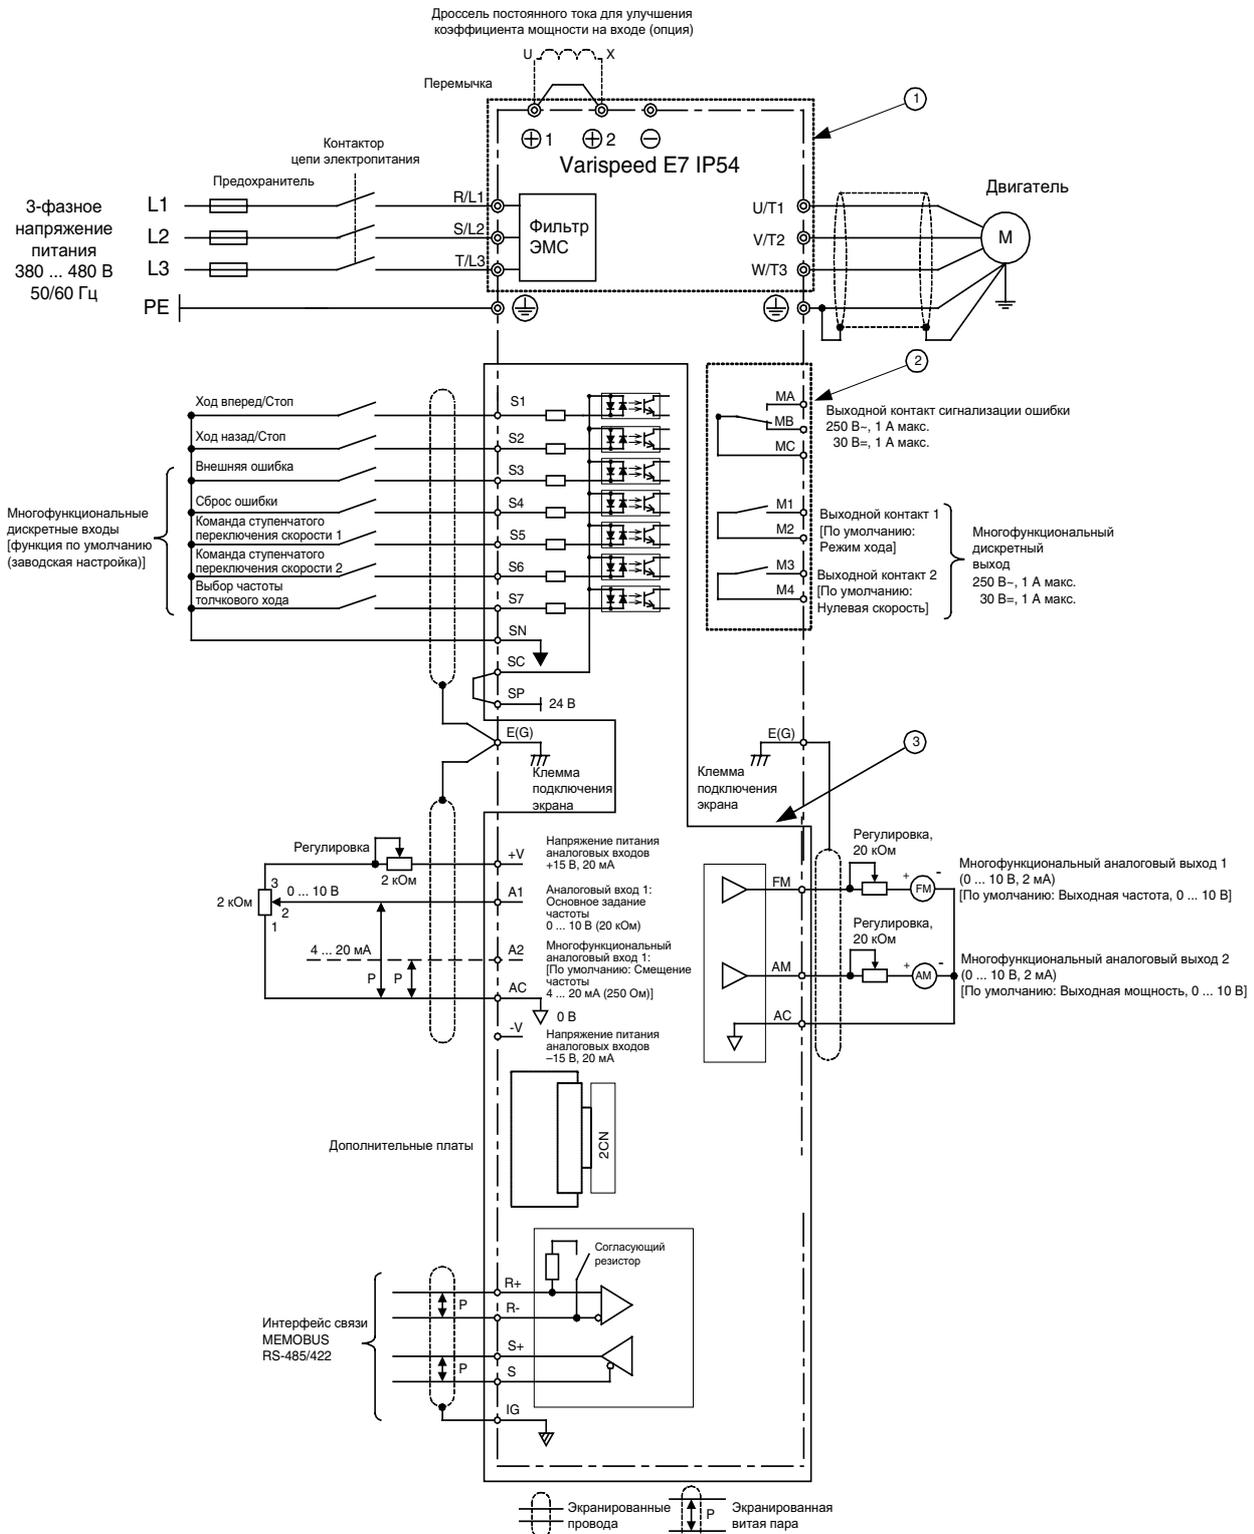

Рис. 2 Схема подключения инвертора
- Подключение цепей дискретных входов S1 ... S7 на Рис. 2 показано для случая, когда источником сигналов являются механические контакты или транзисторы NPN-типа (общий 0 В, отрицательная логика). Такая схема выбрана по умолчанию. Подключение транзисторов PNP-типа и использование внешнего источника питания 24 В описано в Таблице 3.